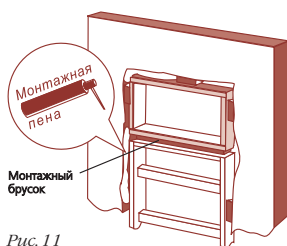

Рис. 11
- 8.9 Заполнить зазор между стеной, дверным блоком и фрамугой монтажной пеной (рис.11).